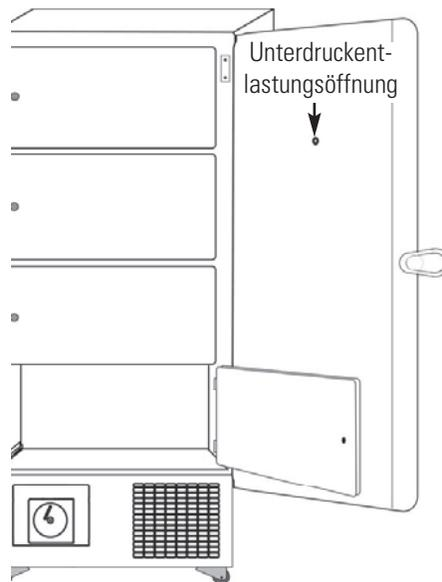

Abb. 6-2. Anordnung der Öffnung
2. Gitter auf den Boden legen. Siehe Abb. 6-2. Erfassen Sie die Mitte des Gitters und ziehen Sie leicht daran, um es zu entfernen.
1. Dazu die untere Vordertür durch Ziehen an der linken unteren Ecke öffnen. Siehe Abb. 6-2.
3. Batterieschalter ausschalten (O). Siehe Abb. 6-2.